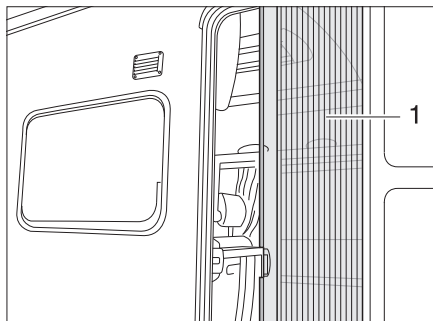

Fig. 26 Protección contra insectos
- Abrir:* ■ Extraer completo la protección contra insectos mediante el tirador (Fig. 26,1).
- Cerrar:* ■ Regresar la protección contra insectos mediante el tirador (Fig. 26,1).